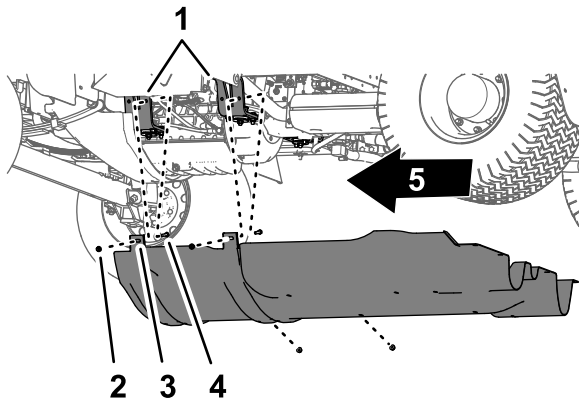

図 9
キャリッジボルトのフランジロックナット5/16"4個を取り外す 図 9。
4. キャリッジ下シュラウドを機体から取り外す 図 8 と 図 9。